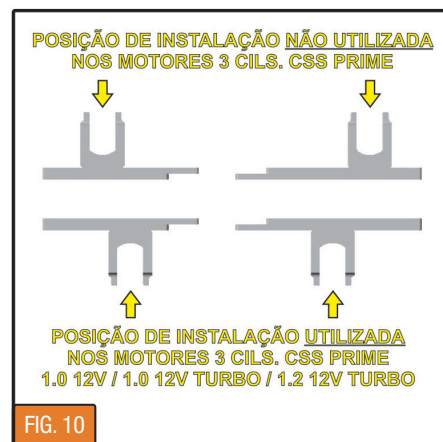

FIG. 10
**30** - Note que, nas peças 131017-00B e 131017-00C, próximo aos furos onde estão fixados os garfos há outro par de furos. Esses furos existem porque os garfos da 131017-00B e 131017-00C possuem duas posições diferentes de montagem (Fig. 10). Isso ocorre porque a 131017 é uma ferramenta dupla face, projetada para ser aplicada em diferentes motores. Em seguida, verifique se os garfos das peças 131017-00B e 131017-00C estão montados na posição correta para uso nos motores 3 cils. CSS Prime (Fig. 10). Se não estiverem, remova os garfos da 131017-00B e 131017-00C e instale-os na posição correta.
e 131017-00B (Fig. 11), atentando-se à posição correta de instalação das ferramentas (Fig. 10). Não é necessário fixar as duas ferramentas entre si e nem ao cabeçote. Se a 131017-00C e a 131017-00B forem reinstaladas corretamente (Fig. 11), isso indica que o sincronismo entre as árvores de comando e a árvore de manivelas está correto. Se não for possível instalar a 131017, repita o procedimento para ajustar o sincronismo.